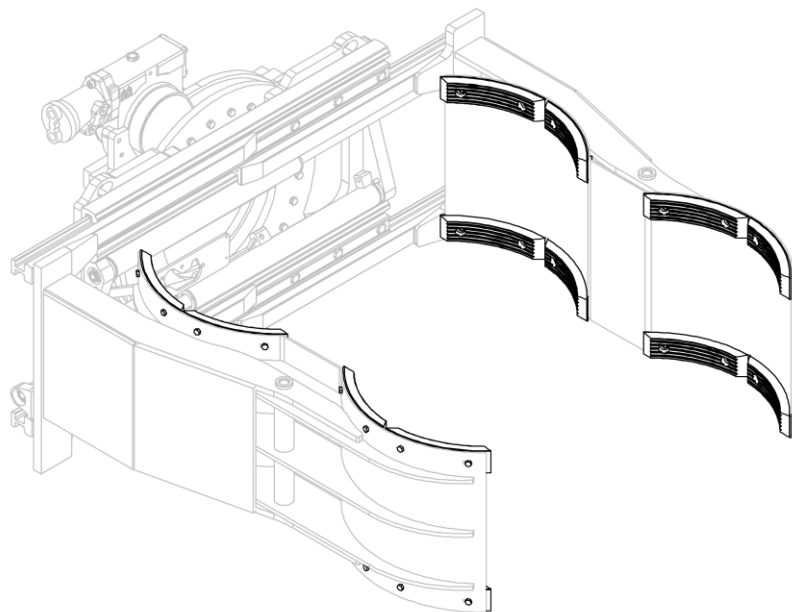
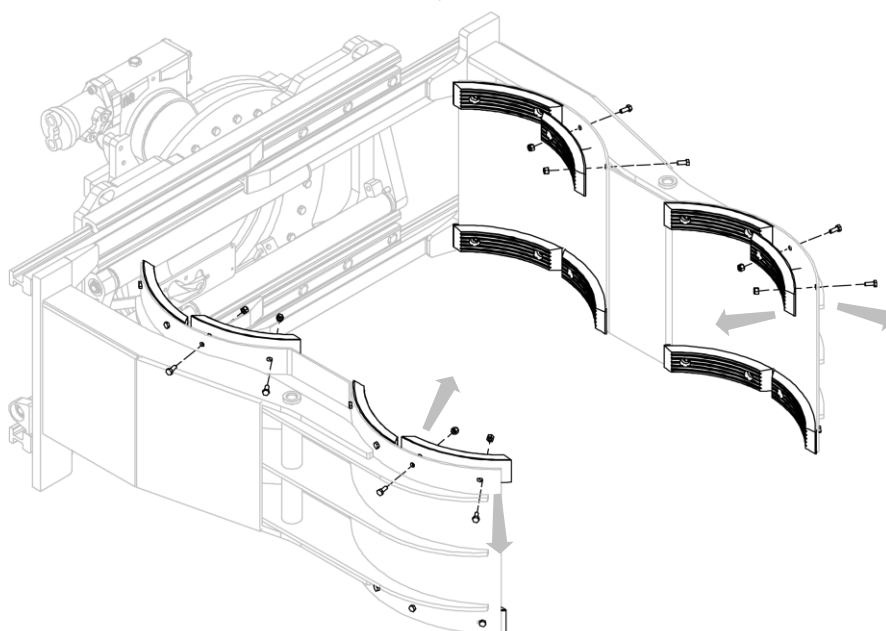

Abbildung 26
Abbildung 27
3. Schrauben Sie die Gummiplatten ab und nehmen Sie sie weg (siehe *Abbildung 26* und *Abbildung 27*).